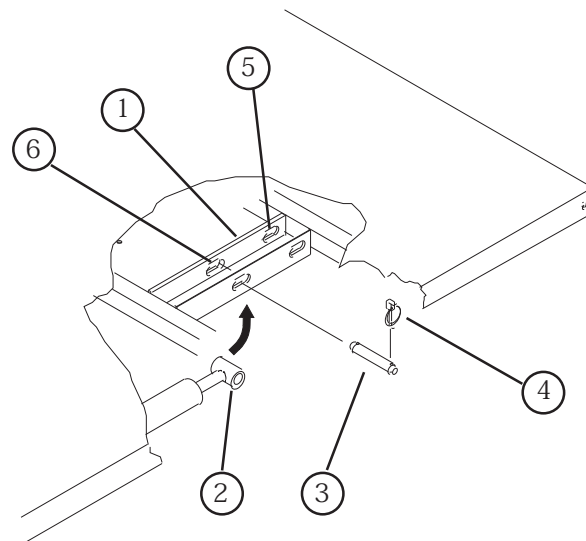

図 9
2. 各シリンダ・ロッドの外側端部からリンチ・ピンを外す (図 9)。